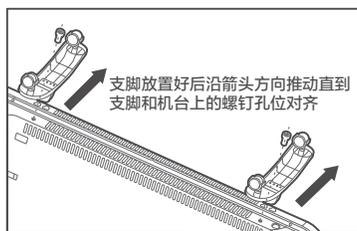

图2
- 2 如图2，取出支脚，将支脚上“凸台”对准机台上的对应“凸”字形孔位放置好，然后将支脚向前推动直到支脚上和机台上的螺钉孔位对齐。将拧出的螺钉穿过支脚的孔位拧紧在机台上。